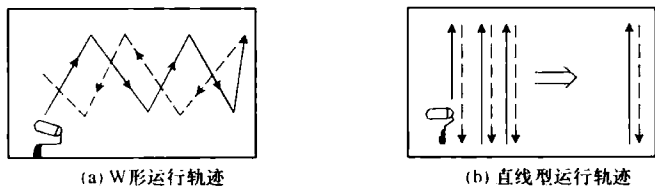

图 1-8 滚涂时滚筒的运行轨迹
①滚刷涂料当滚筒压附在被涂物表面初期,压附用力要轻,随后逐渐加大压附用力,使滚筒所沾附的涂料均匀地转移附着到被涂物的表面。
②滚涂时其滚筒通常应按W形轨迹运行,如图1-8(a)所示,滚动轨迹纵横交错,相互重叠,使漆膜厚度均匀。滚涂快干型涂料或被涂料表面涂料浸渗强的场合,滚筒应按直线平行轨迹运行,如图1-8(b)所示。